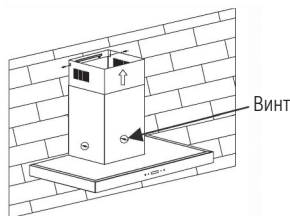

Рис. 5
5. Отрегулируйте высоту внутреннего воздуховода в соответствии с положением кронштейна и закрепите его винтом, после регулировки положения закрепите корпус с помощью винта. См. рис. 5.